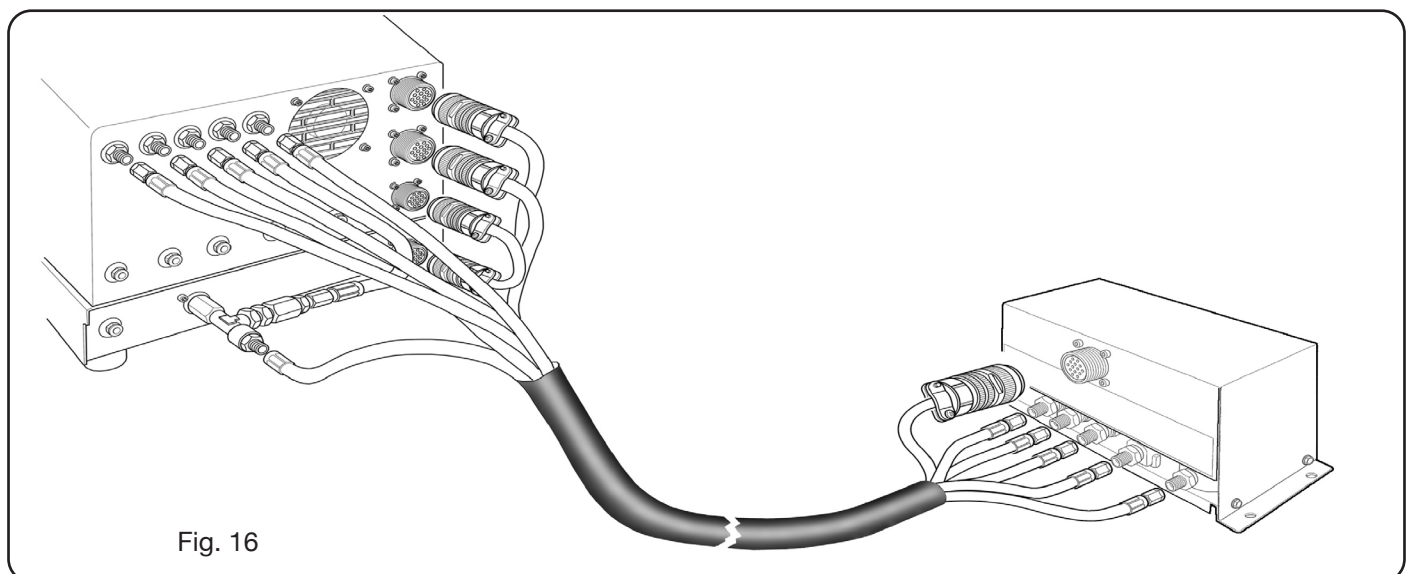

Fig. 16
- avvitare il connettore elettrico all’uscita “VALVE CONSOLE” (vedi parte sinistra di fig.16);
vole PVC (art.469) per i tubi “plasma”, “secondary” e “auxiliary”, facendo attenzione alla corrispondenza delle marcature. Fissare la PVC sulla testa del pantografo, in prossimità della torcia (vedi parte destra di fig. 16);
- collegare infine la connessione art.1189 avvitando il connettore elettrico all’uscita “POWER SOURCE” (vedi parte sinistra di fig. 16).
- Collegare l’altra estremità del art.1166 alla console valvole PVC (art.469) per i tubi “plasma”, a “secondary” e “auxiliary”, facendo attenzione alla corrispondenza delle marcature dei tubi gas. Fissare la PVC sulla testa del pantografo, in prossimità della torcia (vedi parte destra di fig. 16).